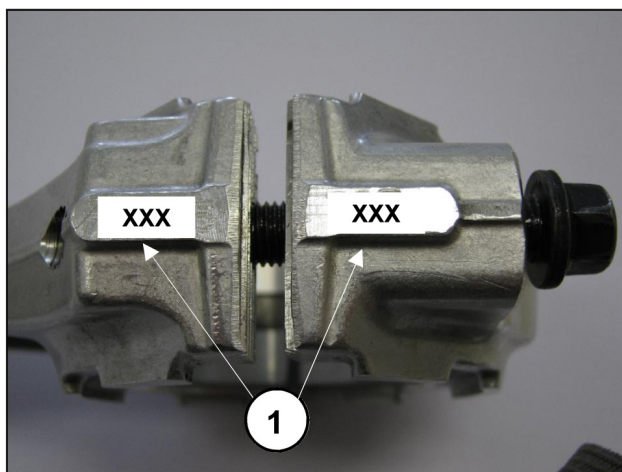

Рис. 9
- Соедините головки шатуна с соответствующими стержнями, руководствуясь номерами (Рис. 9, поз. ①). **Обратите внимание на правильное направление сборки крышек.**